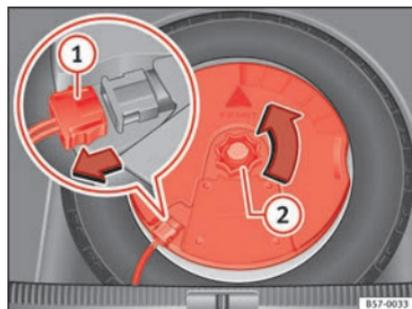

Fig. 256 En el maletero: desmontar el subwoofer.
- Desconecte el cable del altavoz *subwoofer* »» fig. 256 ①.
- Gire la ruedecilla de fijación en sentido contrario a las agujas del reloj ②.